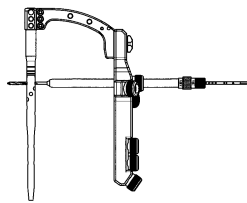

図 7
- 7) TDスリーブガイドにキャンセラスSWドリルスリーブを組み付けたキャンセラスSWスリーブを装着し、スリーブのつまみを右回転させてロックします。キャンセラスSWドリルを通し、ネイルのキャンセラススクリューホール全てに干渉しないで通過することを確認します。(図7)